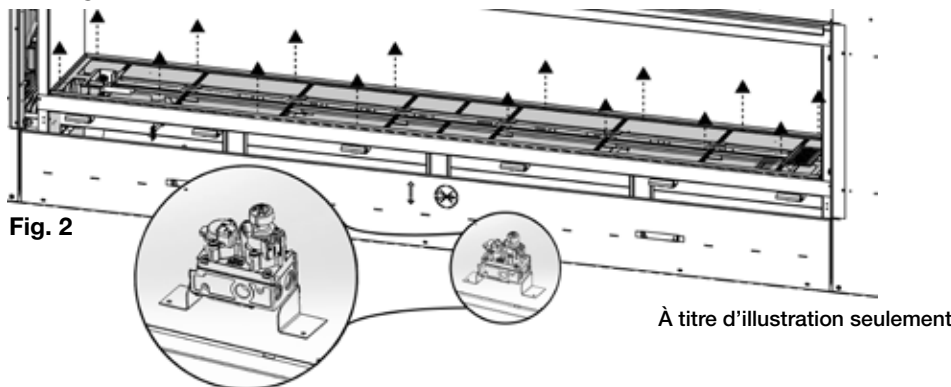

Fig. 2
- ☐ 3. Retirez les vis servant à fixer l'assemblage du brûleur en place (le nombre de vis varies par appareil) (**Fig. 2**). Soulevez l'assemblage du brûleur vers le haut et hors de l'appareil. Soulevez la tige de contrôle. Misez-les au côté.
- ☐ 5. Retirez les deux vis servant à fixer le régulateur du soupape et retirer le régulateur, remplacez par celui fourni (**Fig. 2**).